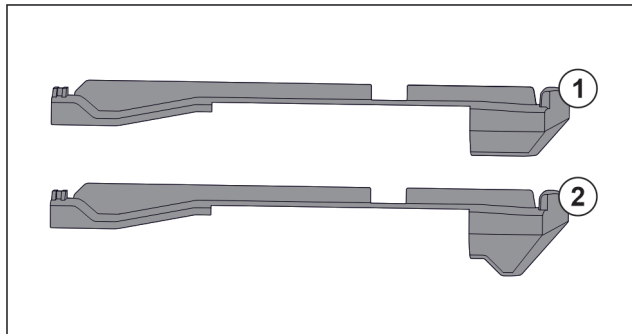

Fig. 123 Sammenligning av påsettsingsdeler
I apparatet finnes to ulike påsettsingsdeler. Påsettsingsdel over en nederste skuffen Fig. 123 (2) har en trekantet kant. Alle andre påsetting Fig. 123 (1) har en rett kant.
- ▶ Anbring påsettsingsdel Fig. 123 (2) med trekantet kant over nederste skuff.
- ▶ Anbring påsettsingsdel Fig. 123 (1) med rett kant til alle andre steder.